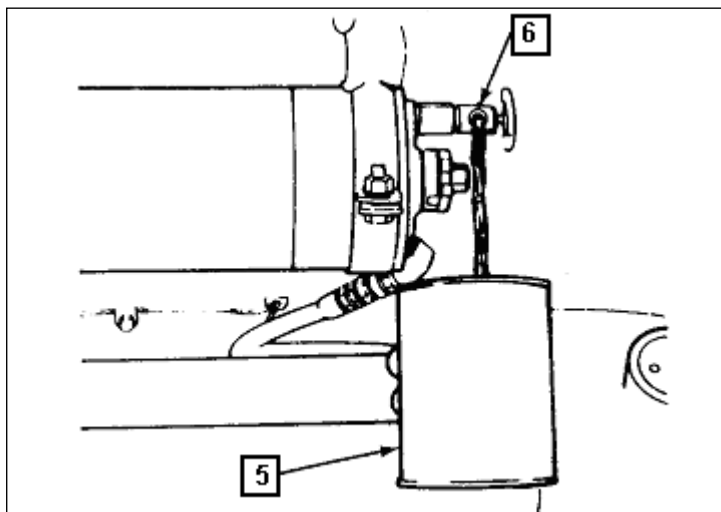

Fig 4-33. Sangria
(2) Sangria (Fig 4-33 e 4-34)
- (a) colocar o recipiente(5) sob a torneira(6).
- (b) abrir a torneira e permitir a saída do óleo até que a indicação normal seja acusada pela fita do recompletador (7).
- (c) fechar a torneira (6).